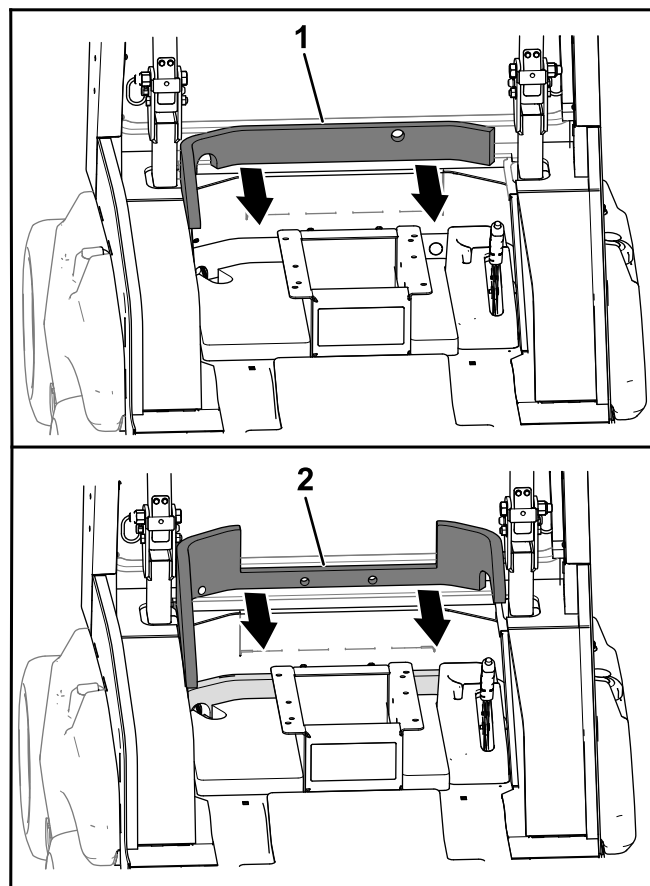

Bild 17
1. Entfernen Sie die Trägerfolie und bringen Sie die untere Dämmung der Spritzwand an (**Bild 17**).
2. Entfernen Sie die Trägerfolie und bringen Sie die obere Dämmung der Spritzwand an (**Bild 17**).